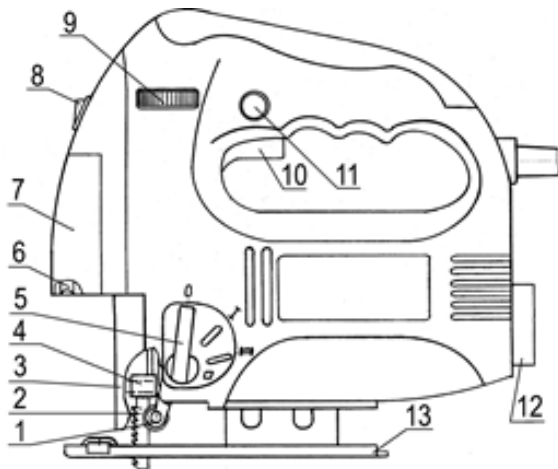

Рис.1
4.1 Устройство пилы изображено на Рис.1